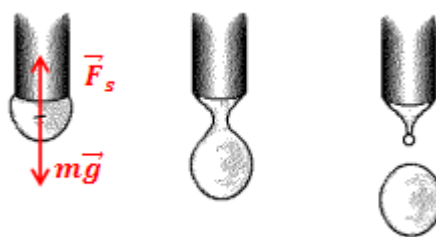

Рис.2
8. Закройте кран, слейте воду, извлеките шланг из стакана, встряхните его и измерьте длину столба жидкости в нем – Δl (рис.2).
На действии сил поверхностного натяжения основан принцип действия пипетки (рис.2). Капелька, на которую действует сила тяжести, вытягивается вниз, тем самым увеличивая площадь своей поверхности. Естественно, возникают силы поверхностного натяжения, равнодействующая которых противоположна направлению силы тяжести, и которые не дают капельке растягиваться. При нажатии на резиновый колпачок пипетки, создается дополнительное давление, которое помогает силе тяжести, в результате чего капля падает вниз.